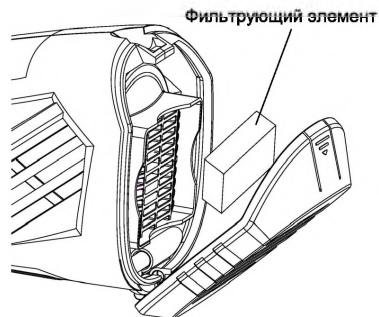

Рис. 11
7. Демонтируйте крышку воздушного фильтра и очистите или замените фильтрующий элемент (рис. 11).